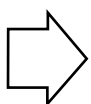

Bild 1: Gehäuseunterteil abnehmen
- Drahtspannverschlüsse entriegeln und Gehäuseunterteil abnehmen (siehe Bild 1).
- Drahtspannverschlüsse in die Nut des Flansches am Gehäusemittelteil ansetzen und spannen (sinngemäß umgekehrt Bild 1).